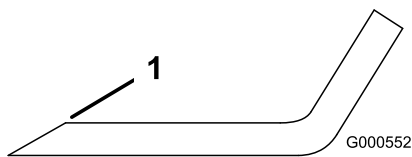

Figura 62
- Utilice una lima para afilar el filo de corte en ambos extremos de la cuchilla (Figura 62).
Nota: Si la cuchilla no está equilibrada, rebaje algo del metal en la parte de la vela solamente con una lima (Figura 62).